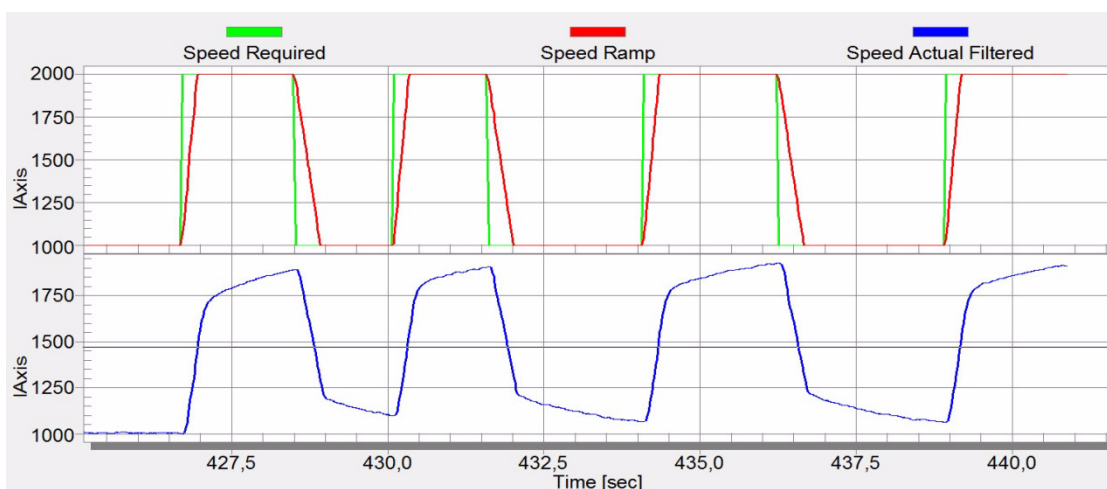

图12. 速度控制响应— SL_Ki 值过低，未达到Speed Ramp
6. 调节环路带宽与衰减直到达到所需响应。图12中显示了示例波形，以及电流环参数的正确设置和错误设置：
- SL_Ki 值过低，Speed Actual Filtered未达到Speed Ramp，见图12。